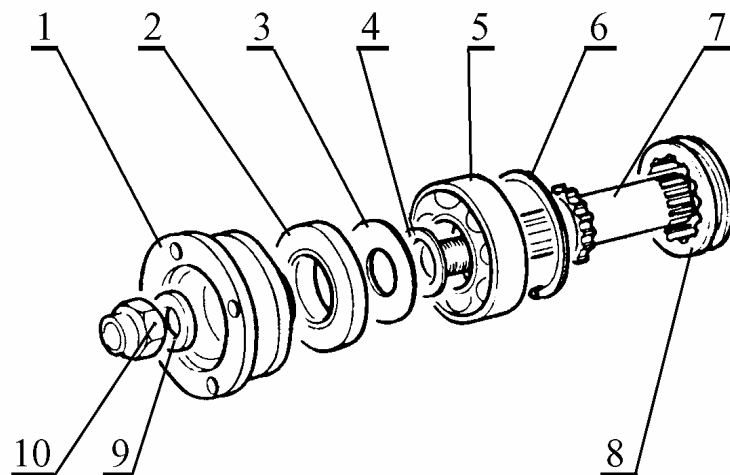

Рис.18. Детали вала привода переднего моста:
3.17.1 Поставить рычаг блокировки дифференциала в положение "разблокирован" и снять муфту 8, рис.18, блокировки дифференциала.
3.17.4 Снять установочное кольцо 6, рис.18, выпрессовать из картера подшипник 5 с валом 7 привода переднего моста, снять маслоотражатель 3 и упорное кольцо 4 (щипцы для развода пружинных колец, молоток с пластмассовым бойком).